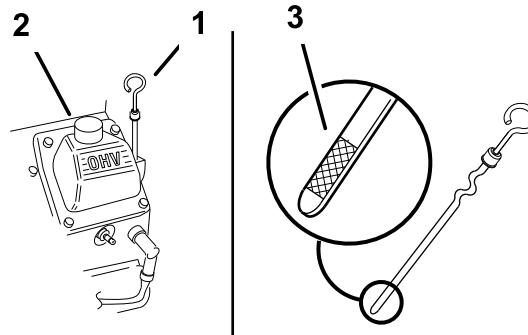

Figura 24
3. Pulite attorno all'asta di livello (Figura 24) in modo che la morchia non possa penetrare nel foro di rifornimento e danneggiare il motore.
4. Svitate l'asta di livello dell'olio e pulitene l'estremità (Figura 24).
5. Inserite a fondo l'asta di livello nel tubo di rifornimento, senza avvitarla (Figura 24).
6. Versate lentamente nel tubo di rifornimento (Figura 24) l'80% circa dell'olio indicato.